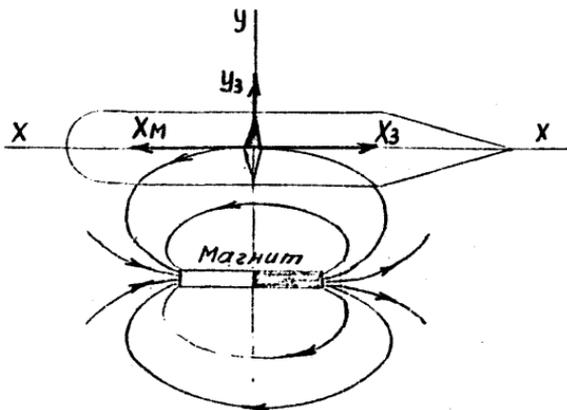

Рис. 3. Получение искусственного курса  $E (W)$ .
1) располагая вспомогательный постоянный магнит на различных расстояниях от картушки компаса так, чтобы его ось была параллельна составляющей  $X_3$ , а нейтраль находилась в шпангоутной плоскости судна, проходящей через центр картушки компаса (Рис.3), добейтесь компенсации продольной составляющей  $X_3$  равным и противоположно направленным полем магнита  $X_m$ . Под действием составляющей  $Y_3$  картушка компаса выйдет на искусственный курс  $E$  или  $W$ .
2. Если курс стоянки судна имеет значение, близкое к  $0^\circ$  или  $180^\circ$ , то перед выведением картушки компаса на искусственный курс  $E$  или  $W$  необходимо предварительно с помощью еще одного вспомогательного магнита создать промежуточный курс, близкий к одному из четвертных, а затем, действуя вторым магнитом, как показано на рис.3, получить искусственный курс  $E$  или  $W$ .